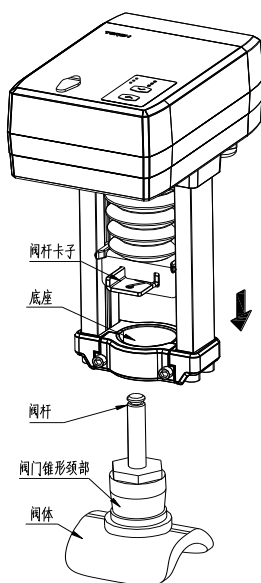
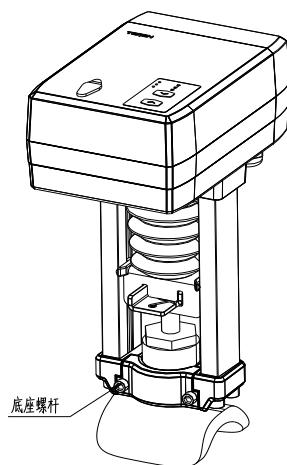
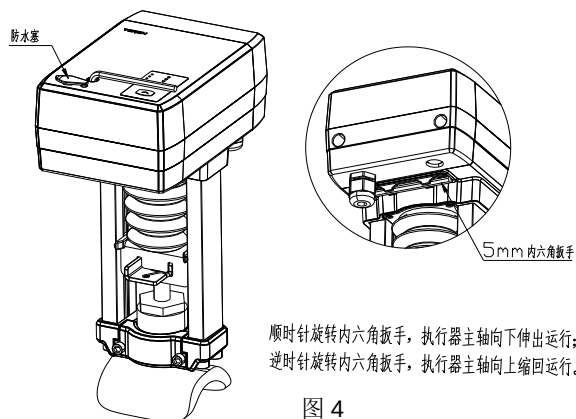

图 1
图 2
图 4
接线端子定义如下表。由于产品具有多种选型，实际接线应按照产品上的接线图接线。该表中的“向下动作”和“向上动作”是指执行器在垂直安装时(见图 1-图 4)的动作方向。
2. 上述描述中的“上”和“下”是指当执行器垂直安装时(如下图 1-图 4 所示)所指的方向。
1.上电自适应(SW6: OFF): 产品出厂默认为此模式。即执行器通电后直接进入此模式，此时执行器工作状态指示灯为橙色常亮，执行器将自动先向下运行直到最下端位置，再立即向上运行直到最上端位置(“上”和“下”是指当执行器垂直安装时,如下图 1-图 4 所指的方向),再进一步运行到控制信号对应位置。如此时为“断信号”情况，则按“断信号”程序执行。
进入：同时长按  5s 以上，进入本地控制模式，指示 LED 为红色常亮。此时，单独按  执行器向上运行，单独按  执行器向下运行(“上”和“下”是指当执行器垂直安装时,如下图 1-图 4 所指的方向)。
执行器可以用内六角扳手插进防水塞内孔(图 4)里进行手动操作。在通电情况下操作时, 电机自动断电, 确保手动操作安全。当内六角扳手退出后, 电机重新运行。手动操作过程中, 若内六角扳手出现传动打滑, 是因为执行器主轴运行受阻或已达到运行方向上的最大极限位置。此时, 应停止操作, 否则会损坏执行器。
1. 执行器与阀门安装固定: 如图 1, 把执行器如箭头示意方向套入阀体, 推动执行器的阀杆卡子, 对准卡入阀杆顶部的环形槽内, 并将执行器底座卡入阀门颈部锥形台阶, 如图 2, 锁紧底座螺栓, 使其牢固的与阀门安装。